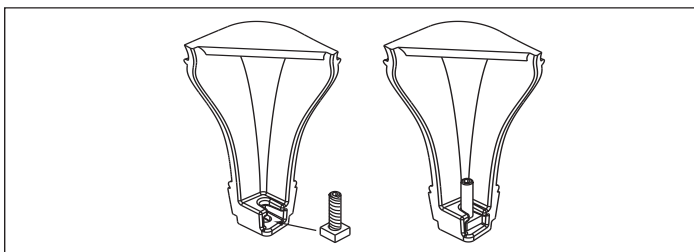
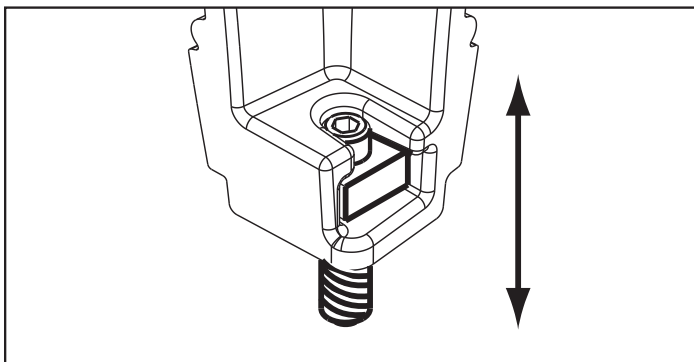

Figure 20.2
Figure 20.3 -Boulon entièrement déployé
2. Faites glisser les écrous et les boulons assemblés dans les fentes sur les pattes, avec les écrous vers le bas (**Figure 20.2**). Utilisez une clé hexagonale de 5/32 po pour ajuster la hauteur des pattes (**Figure 20.3**).